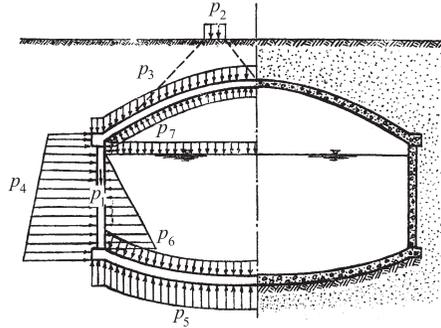

图 4-7 沼气池的结构受力状况示意图
2. 沼气池结构的受力状况、荷载及选材 由沼气池的构造和工作原理可知，沼气池的受力状况如图 4-7 所示。